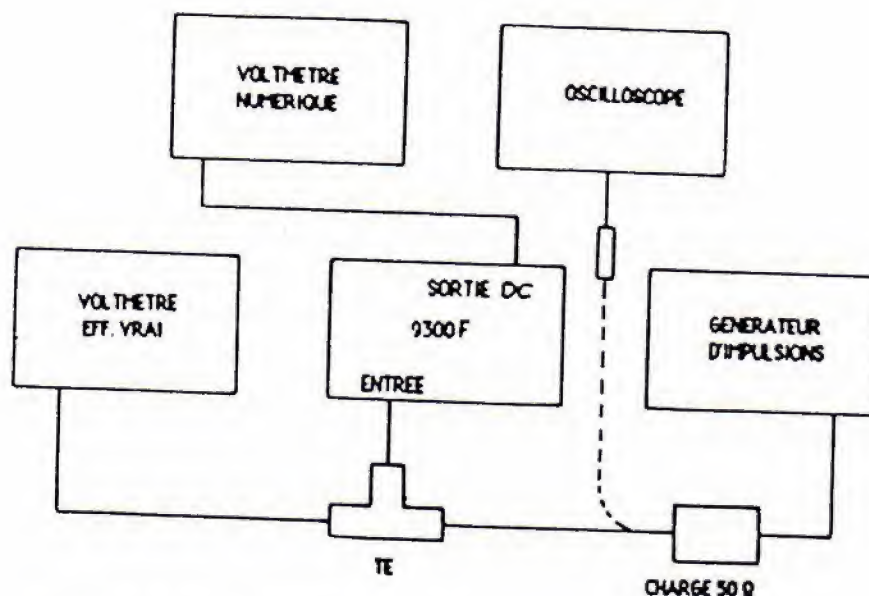

Figure 5.3 Vérification du facteur de crête
42. Brancher les appareils de mesure comme indiqué sur la figure 5.3, avec l'oscilloscope connecté via la charge 50 Ω . Régler le générateur d'impulsions pour obtenir des impulsions de 500 μ s, avec un temps de montée de 2 ns et une fréquence de répétition de 1 kHz.
43. (1) Déconnecter l'oscilloscope et entrer le signal via le té BNC chargé par 50 Ω . Ajuster l'amplitude des impulsions pour que le voltmètre indique 1,000 V.